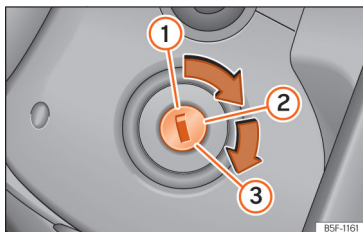

Fig. 132 Posições da chave da ignição.
Posições da chave »» **Fig. 132**
- Rode a chave para a posição »» Fig. 132 ②.
- Continue a rodar a chave para a posição »» Fig. 132 ③ sem pressionar o acelerador.
- Quando o motor arrancar, solte a chave. Ao soltá-la, a chave volta para a posição ②.
- *Veículos com fechadura de ligação:* Rode a chave até à posição » » » Fig. 132 ①.